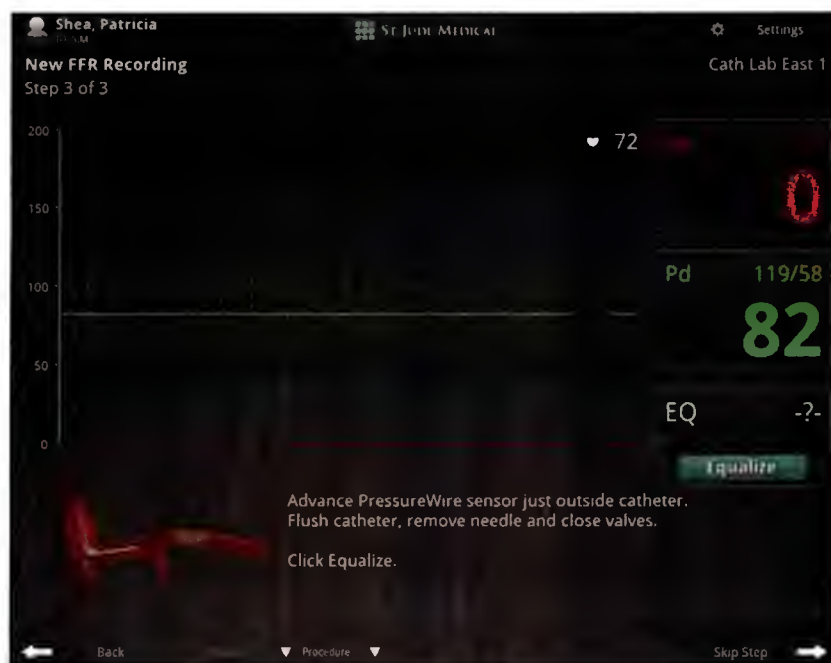

Рисунок 4-5: Инструкция продвинуть датчик PressureWire и выровнять давление
13. Проверьте отображаемые значения давления в полях измерения Pa и Pd (см. рис. 4-5 на стр. 4-6). Если давления не равны, нажмите кнопку **Equalize (выровнять)**, чтобы выровнять показания давления внутриаортального датчика и датчика PressureWire.